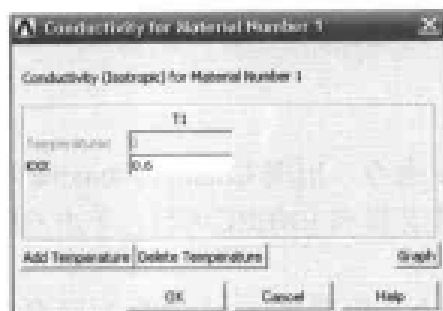

图 12-4 定义材料导热系数对话框
(1) 选择 Main Menu | Preprocessor | Material Props | Material Models 命令, 出现 Define Material Model Behavior 对话框。
(2) 在 Material Models Available 列表框中依次双击 Thermal、Conductivity、Isotropic 选项, 出现 Conductivity for Material Number 1 对话框, 在文本框中输入导热系数 0.6, 如图 12-4 所示, 单击 OK 按钮关闭该对话框。